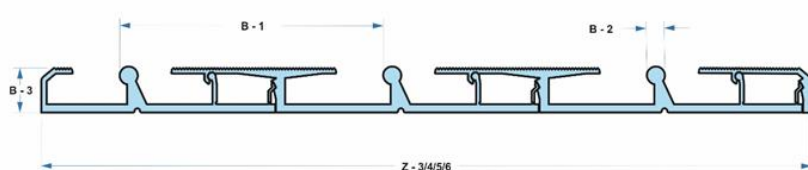

Abb. 7.11
- Hinweis: Der Abstand zwischen den Schienenzylindern für die Laufräder beträgt 95 mm und der Durchmesser der Zylinder beträgt 6,5 mm, siehe Abb. 7.11.